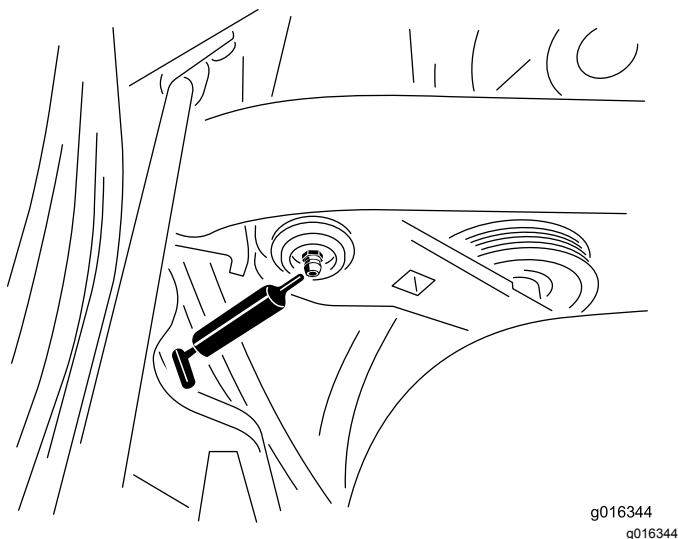

Figura 43
1. Limpe o bocal de lubrificação para impedir a infiltração de resíduos nas bielas e buchas (Figura 43).